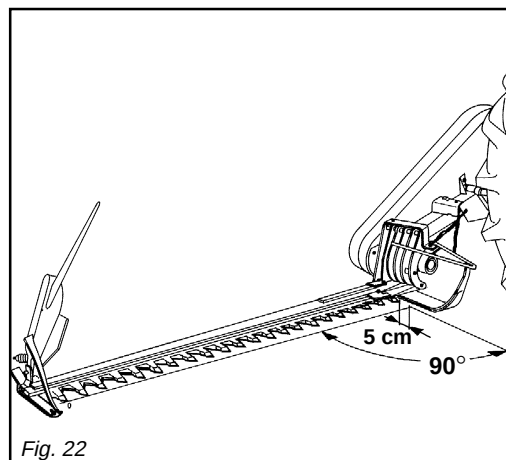

Fig. 22
- Centrare la falciatrice agendo sui tiranti delle barre di sollevamento trattore, in modo che, a falciatrice bloccata sui tre punti, la punta esterna della barra si trovi spostata in avanti rispetto alla perpendicolare del trattore di circa 5 centimetri (Fig. 22).
- *Fit the mower by adjusting the tractor tie-rods so that, when the mower attachment is fitted to the three points on the tractor, the external tip of the cutting arm is approximately 5 cm. forward with respect to the arm base (Fig. 22).*
- Man soll die Mähmaschine mit der Befestigungsketten der Traktorunterlenker zentrieren damit, wenn die Maschine auf dem 3 Punktenanschluss blockiert ist, die Spitze der äussersten Finger im Verhältnis zur Rechtwinkligkeit des Traktors um ca. 5 cm nach vorn versetzt ist (Abb. 22).
- *Centrer la faucheuse en agissant sur les tirants du tracteur, de façon que, la faucheuse étant bloquée sur trois points, la pointe extérieure de la barre soit déplacée en avant de 5 cm. environ par rapport à la perpendiculaire au tracteur d'environ 5 centimètres (Fig. 22).*
- Centrar la segadora obrando en los tirantes del tractor de modo que, con la segadora bloqueada en los tres puntos, la punta externa de la barra se encuentre desplazada hacia adelante respecto a la perpendicular del tractor de aproximadamente 5 centímetros (Fig. 22).